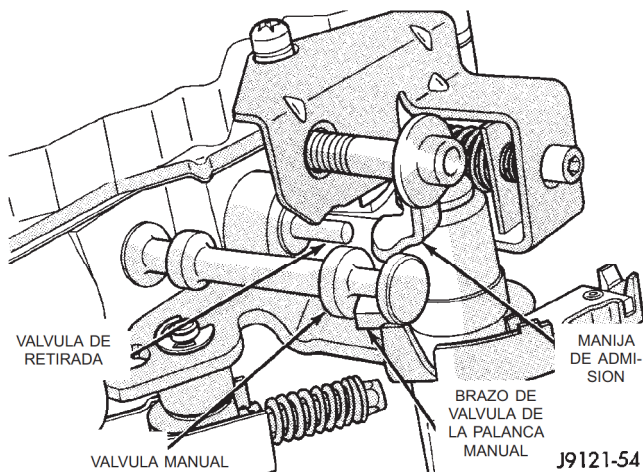

Fig. 71 Alineación de la válvula manual y la manija de admisión
(43) Inserte la manija de admisión en la acanaladura de la válvula manual (Fig. 71).